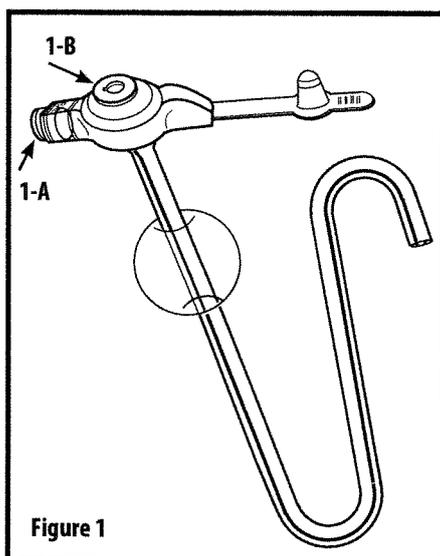

Figure 1
2. À l'aide de la seringue Luer-slip de 6 ml, contenue dans le kit, gonfler le ballonnet avec 5 ml d'eau stérile ou distillée à travers l'orifice du ballonnet (Fig 1-A).
4. À l'aide d'une seringue Luer-slip de 6 ml, rincer l'orifice jéjunal à l'eau (Fig 1-B) pour s'assurer de sa perméabilité.